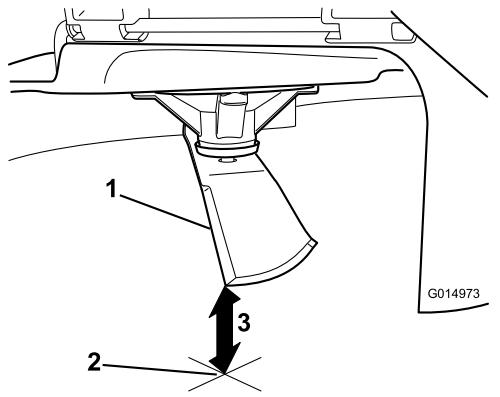

Bild 53
5. Messen Sie von der Messerspitze bis zu ebenen Fläche (Bild 53).